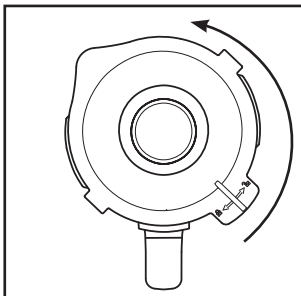
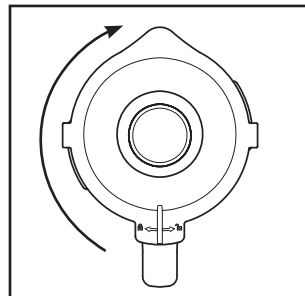

Fig.1
Fig.2
- 1) Levante o copo misturador ❸ a direito, retirando-o do bloco do motor ❹.
- 2) Remova a tampa ❷, rodando-a para a esquerda na direção da posição  (ver fig. 1), até a conseguir puxar para cima.
- 3) Encha o copo misturador ❸.
- 4) Volte a colocar a tampa ❷ desalinhada no copo misturador ❸ e pressione-a firmemente. Feche a tampa ❷, rodando-a no sentido dos ponteiros do relógio, para a posição , até ela encaixar de forma audível (ver fig. 2). Verifique se o bico de esvaziamento no copo misturador ❸ está fechado. O motor só pode arrancar quando a tampa ❷ estiver corretamente alinhada.